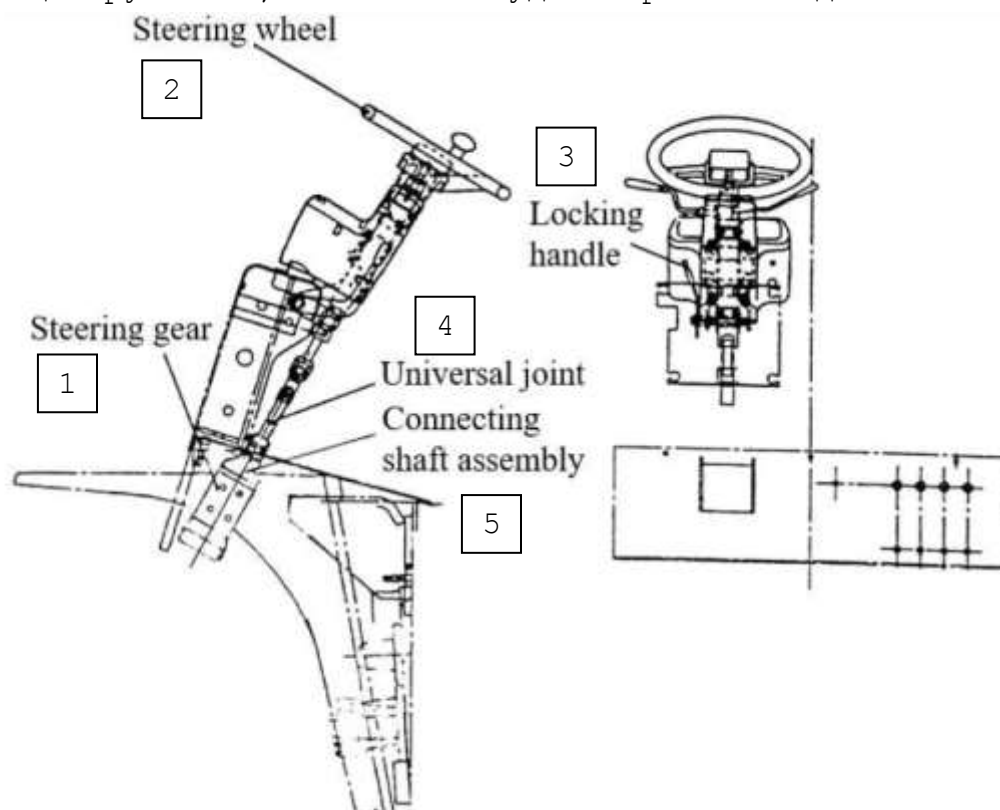

Рис. 3-4-1- Рулевой механизм:
4.2. Рулевой механизм (Рис. 3-4-1).
Схематическая диаграмма полностью гидравлической системы рулевого управления показана на Рис. 3-4-1.